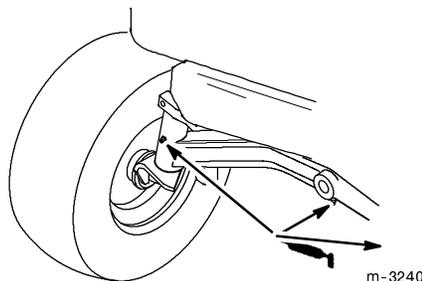

Figure 30
1. Graisser les fusées des roues droite et gauche jusqu'à ce que la graisse commence à suinter hors des roulements (Fig. 30).
2. Graisser le pivot de l'essieu avant (Fig. 30).